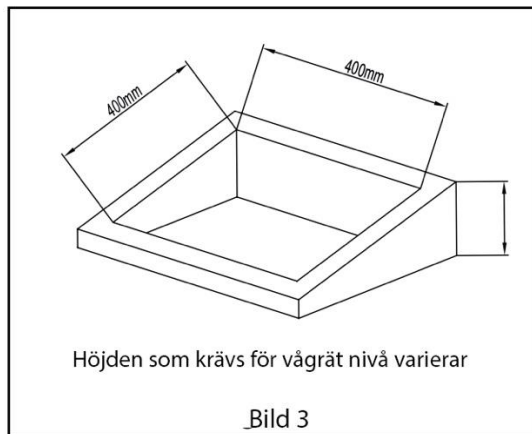

Bild 3
2. Om takets lutning inte möjliggör vinkelavvikelsen som råden kräver, skall man tillsätta en kil för att enheten skall vara vågrät. I bild 3 presenteras en typisk kil.